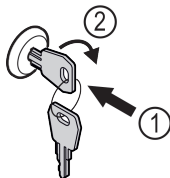

Fig. 103
- ▶ Dugja be a kulcsot Fig. 103 (1).
- ▶ Forgassa el a kulcsot 90°-kal az óramutató járásával megegyező irányba Fig. 103 (2).